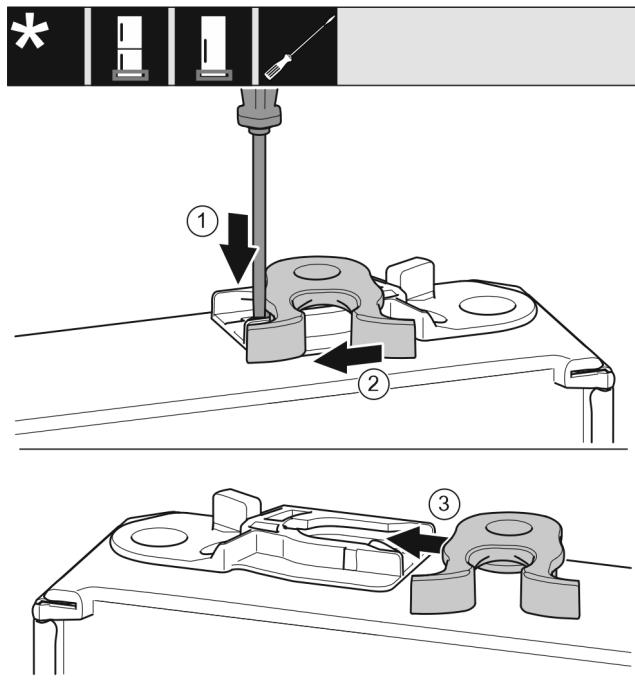

Fig. 18
- ▶ Pousser vers le bas la languette avec un tournevis plat. *Fig. 18 (1)*
- ▶ Tirer le crochet de fermeture en dehors du guide. *Fig. 18 (2)*
- ▶ Pousser le crochet de fermeture dans le guide de l'autre côté. *Fig. 18 (3)*